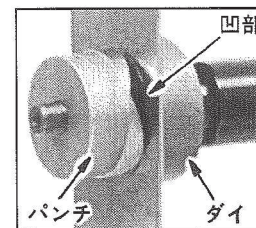

図6
5. 加圧操作をおこない、パンチの刃の凹部分が被加工物を貫通するまで加圧してください。(図6)(板厚、材質、穴径等によっては、「パチン」という貫通音を発します。)